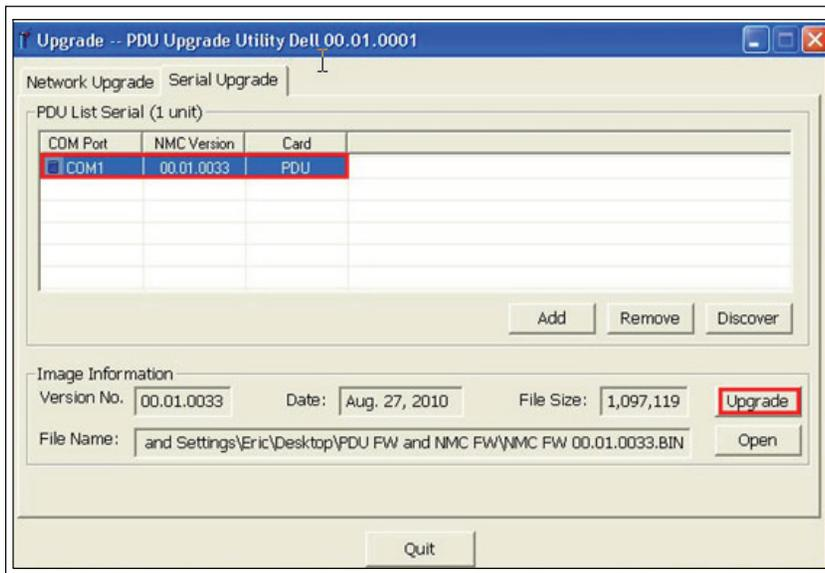

Figure 22. Identification du micrologiciel NMC à mettre à niveau
- 8 Sélectionnez la ligne correspondant au micrologiciel NMC que vous souhaitez mettre à niveau, puis cliquez sur **Upgrade** (voir Figure 22).